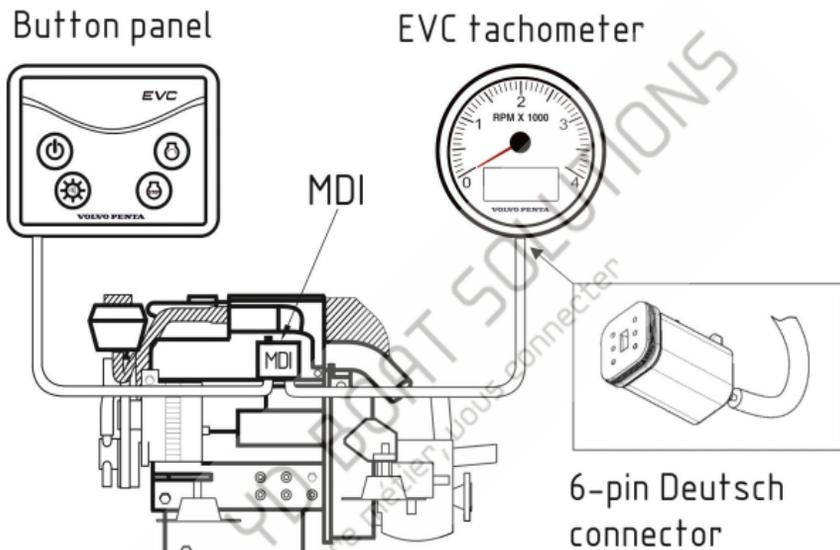

Figure 2. Moteur Volvo Penta avec tachymètre MDI et EVC
- Si le système dispose d'un tachymètre EVC (avec une aiguille et un petit écran LCD) connecté par un connecteur Deutsch à 6 broches (voir la figure 2 à la page suivante), la meilleure option est de connecter l'interface en ligne à un tachymètre (aucun câble supplémentaire n'est requis, l'interface est équipée d'un connecteur en Y à 6 broches);